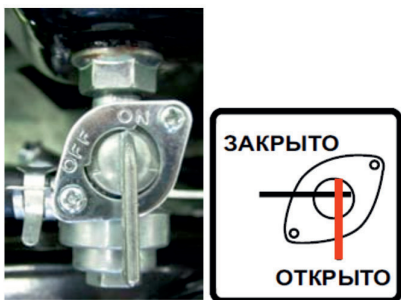

Рис. 11
1. Откройте топливный кран (положение «ОТКРЫТО») (Рис. 11).
2. Закройте топливный кран (положение ЗАКРЫТО») (Рис. 11)